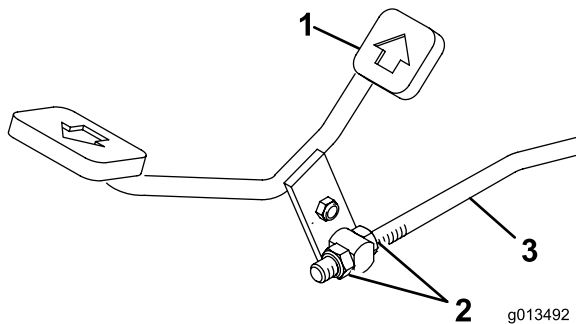

図 22
3. コントロール・ロッドのジャムナットをゆるめる ((図 22)) 。